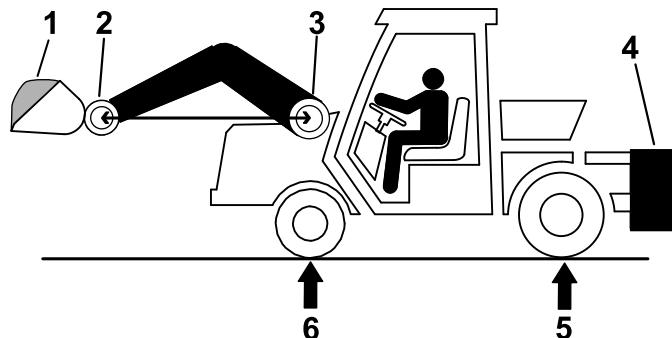

Figura 30
1. Coloque una carga completa en el cucharón, y eleve el cucharón a la posición más adelantada posible, como se muestra en la Figura 30.
2. En una báscula, mida el peso bruto del vehículo (PBV) en los ejes delantero y trasero, con la cargadora elevada de manera que el pasador de giro del cucharón esté a la misma altura que el pasador de giro del brazo (Figura 30).
Nota: Si R es menor que el peso necesario en el eje trasero (PNET), no es necesario añadir lastre (Figura 30).